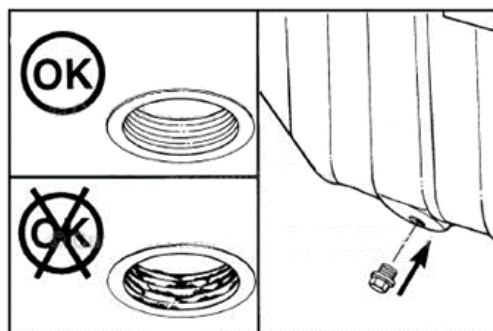

Рисунок 5.8. Осмотр состояния резьбы и уплотняющей поверхности масляного картера
- Почистить и осмотреть резьбу и уплотняющую поверхность пробки с картером (в случае обнаружения повреждений, заменить) рис. 5.8.